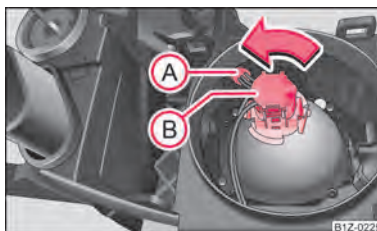

Fig. 183 Demontarea lămpii de poziție și de întâlnire
- Scoateți dulia **(A)** afară ⇒ fig. 183.
- Rotiți fișa cu becul **(B)** spre stânga până la limită și scoateți-o ⇒ fig. 183.